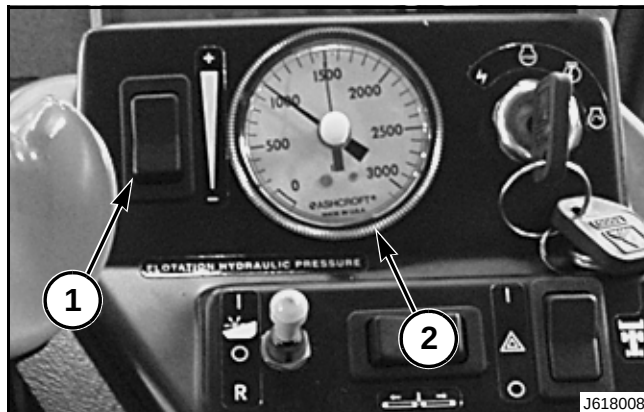

FIG. 1
**FIG. 1:** Estacione la máquina en una superficie plana y sólida hacia la parte trasera del cabezal. Ponga todos los controles en neutral, centre y trabe el volante de dirección y aplique el freno de estacionamiento.